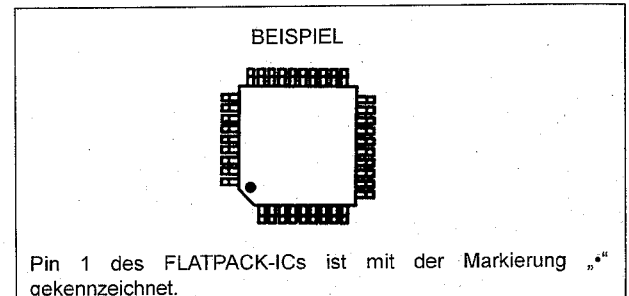

Abb. 2-7
b. Die Markierung „*“ am IC kennzeichnet Pin 1. Diese Markierung muß mit dem Kontakt 1 auf dem Print übereinstimmen. Löten Sie die vier Ecken der Schaltung an (siehe Abb. 2-7).